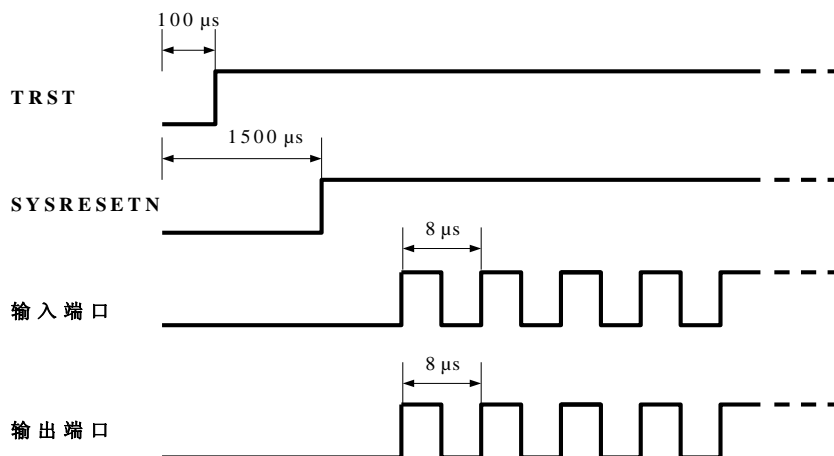

图 A.3 逻辑翻转试验阶段示意图
b) 本阶段试验开始时，在 TRST 端口输入低电平，持续 100μs 后变为高电平，然后一直持续到本阶段结束；在 SYSRESETN 端口输入低电平，持续 1500μs 后变为高电平，然后一直持续到本阶段结束，如图 A.3 所示；
c) 在表 A.1 所列输入端口上输入如图 A.3 所示周期 8μs 的信号，监测 MC0\_DDR2\_CKE0 输出端口是否出现如图 A.3 所示输出端口周期 8μs 的波形。